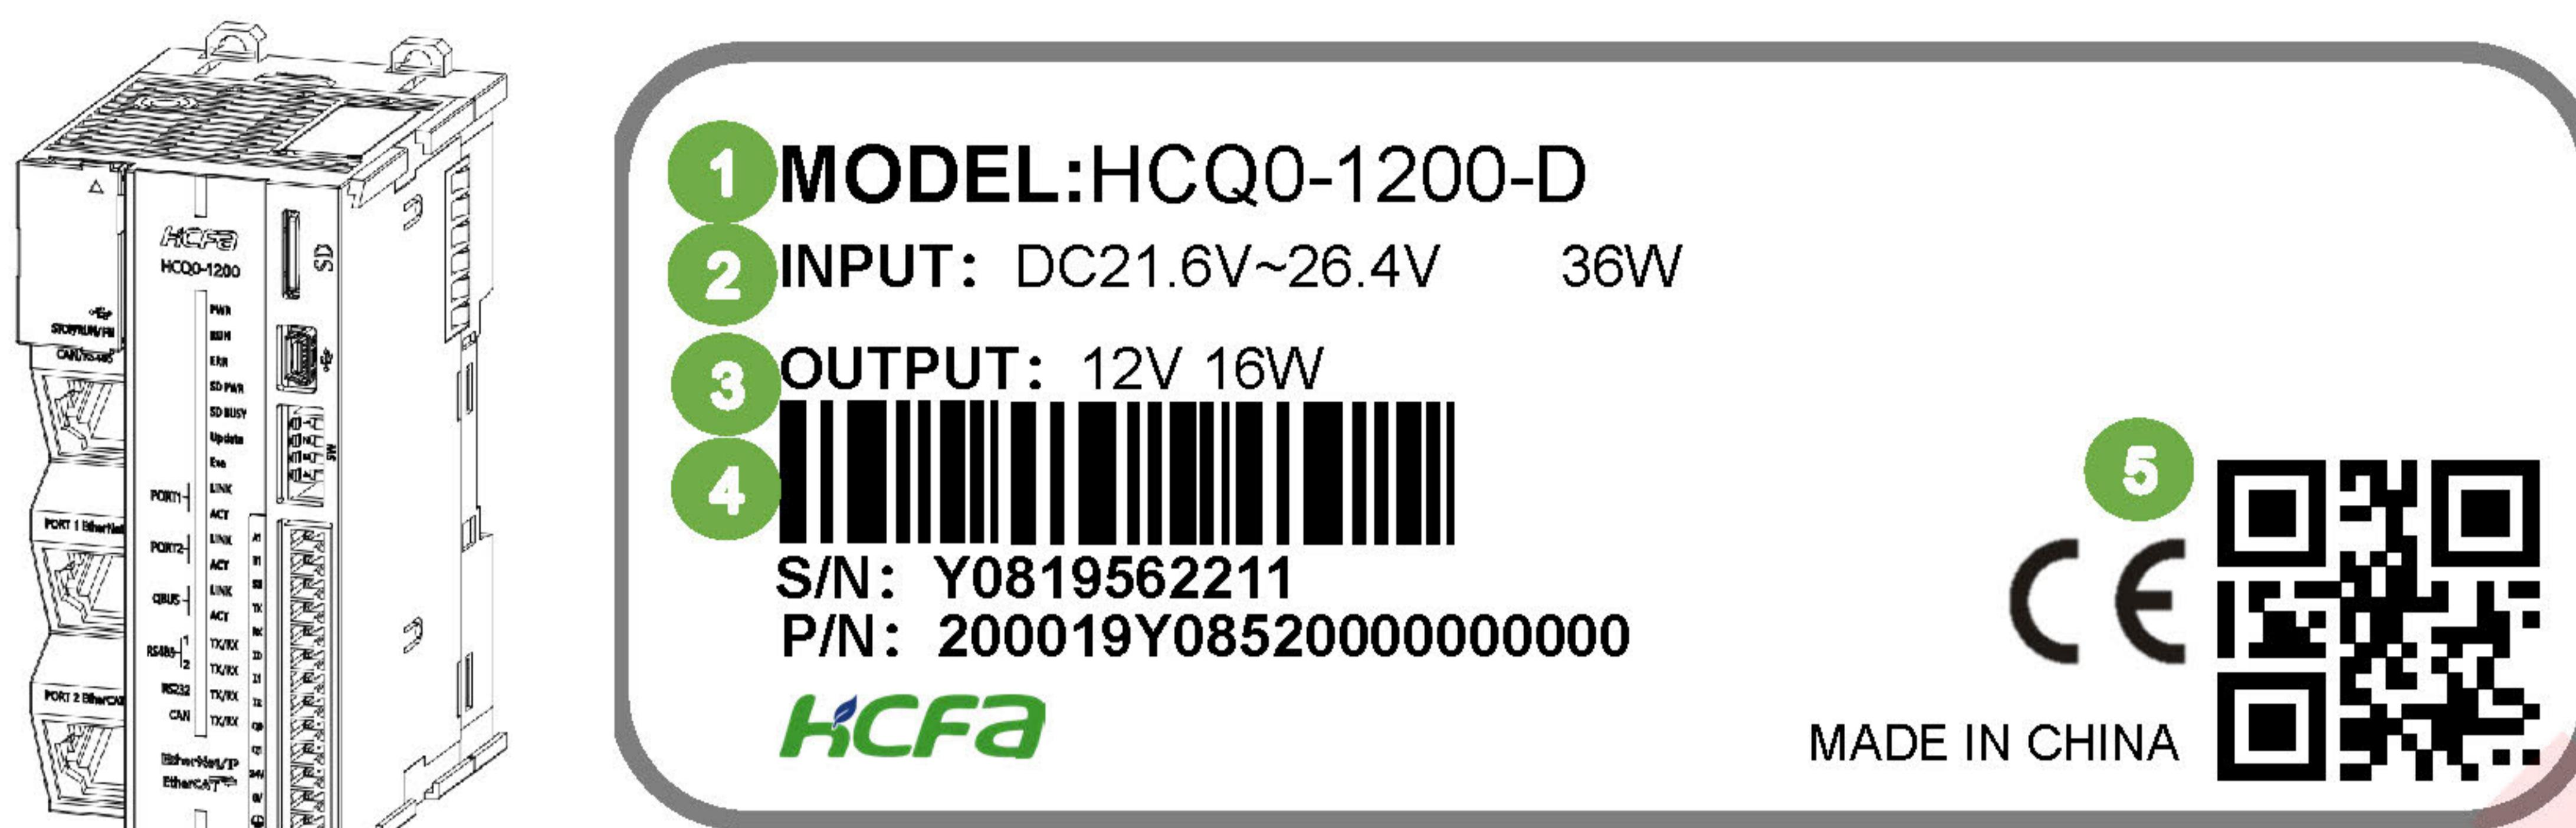

Рис.1 Шильдик контроллера с информацией о модели
- ① Модель
- ② Напряжение питания, мощность
- ③ Выходное напряжение, мощность
- ④ Баркод, S/N – это внутренний серийный номер, первые четыре цифры P/N-кода – это номер версии прошивки, например: Рис. 1 – версия V2.000
- ⑤ QR-код (модель, серийный номер)